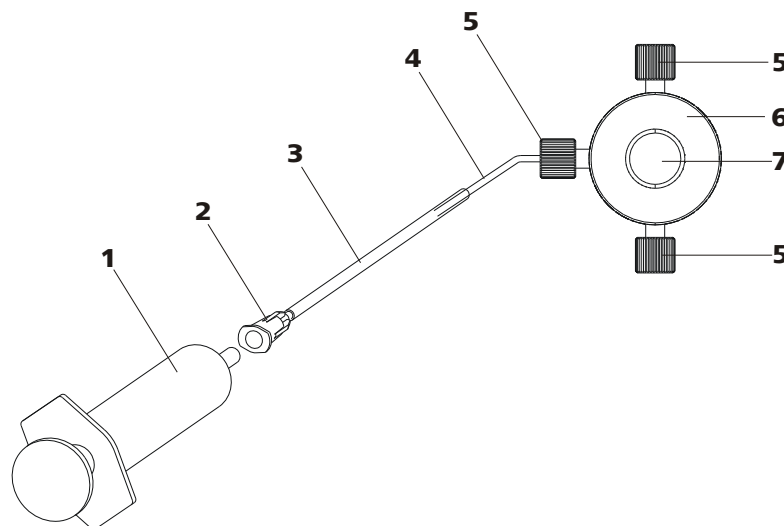

Figure 22 Purger la pompe haute pression
Purger la pompe haute pression de la manière suivante (voir Figure 22, page 43) :
- Insérer la seringue (22-**1**) dans le connecteur Luer (22-**2**) de la canule de purge (voir Figure 22, page 43).